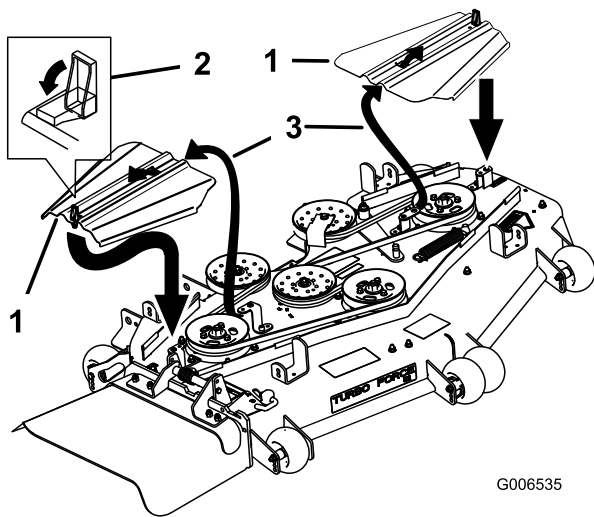

Figure 65
12. Posez les couvercles en les insérant dans la languette, vissez les boulons en place et fermez les fixations (Figure 65).